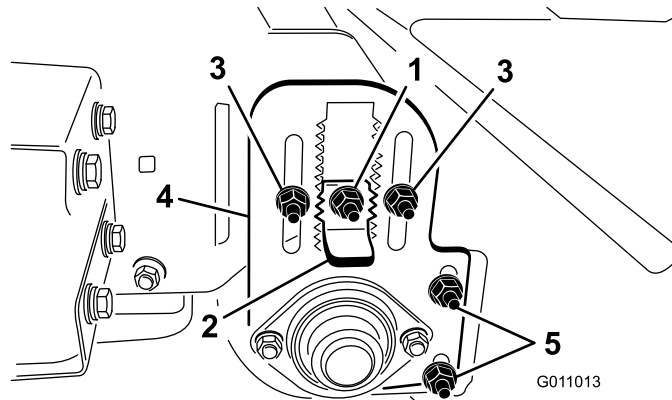

图21
3. 松开高度调节键上的锁紧螺母（图21），将螺母拉出约 13mm。
4. 松开滚筒高度调节锁紧螺母（图21）。
5. 拉出高度调节键，通过将滚筒高度调节面板滑动至所需高度，上下移动后滚筒（图21）。
滚筒刮刀（图21）调节后，检查并确保刮刀与滚筒之间的间隙为 2mm。松开滚筒刮刀调节螺母，将滚筒固定在所需位置，并拧紧螺母。